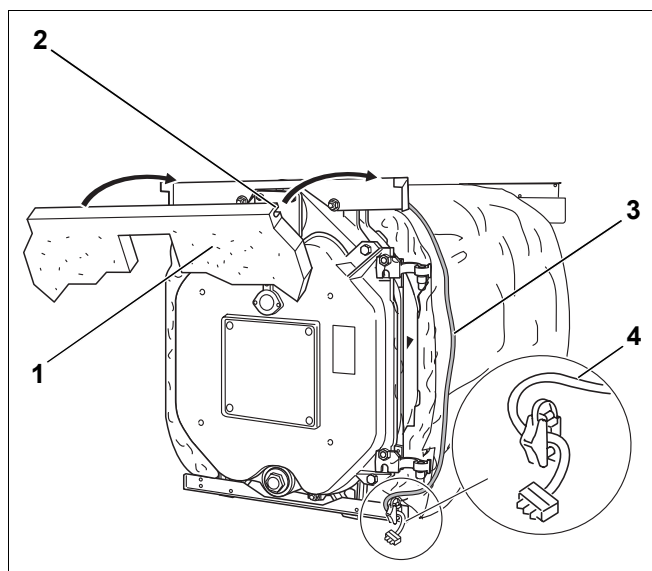

Bild 34 Montage – vordere Wärmedämmung
- ▶ Vordere Wärmedämmung (Bild 34, **Pos. 1**) mit der Schlitzung (Bild 34, **Pos. 2**) auf die vordere Abkanthung der oberen Traverse aufschieben.
- ▶ Brennerkabel (Bild 34, **Pos. 3**) auf der Wärmedämmung, seitlich am Kesselblock herunter führen.
- ▶ Das Brennerkabel mit der Zugentlastung mit zwei Schrauben an der unteren Quertraverse befestigen (Bild 34, **Pos. 4**).